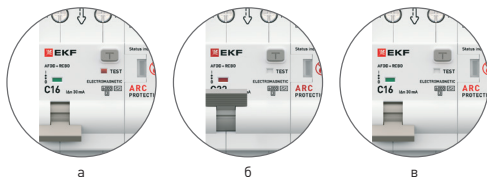

Рис. 6 – Механический указатель срабатывания от токов утечки
- При срабатывании УЗДП по току утечки – рукоятка УЗДП опущена вниз, большой цветовой индикатор зеленого цвета, малый цветовой индикатор красного цвета, как показано на рис. 6а.
- В случае, если не было срабатывания УЗДП по току утечки – рукоятка УЗДП поднята вверх, большой цветовой индикатор красного цвета, малый цветовой индикатор белого цвета, как показано на рис. 6б.
- В случае, если не было срабатывания УЗДП по току утечки – рукоятка УЗДП опущена вниз, большой цветовой индикатор зеленого цвета, малый цветовой индикатор белого цвета, как показано на рис. 6в.